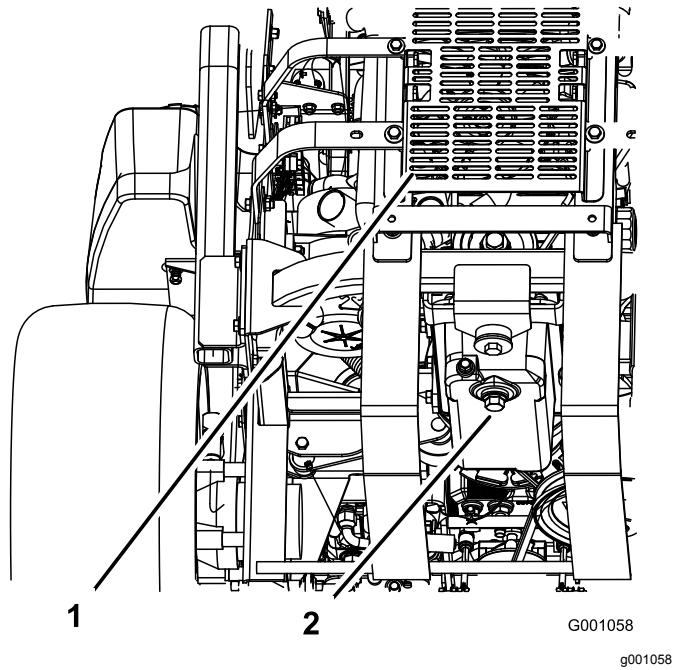

Figura 66
- Coloque um recipiente debaixo do orifício de escoamento de óleo. Retire o tampão de escoamento e deixe o óleo escoar completamente (Figura 66).